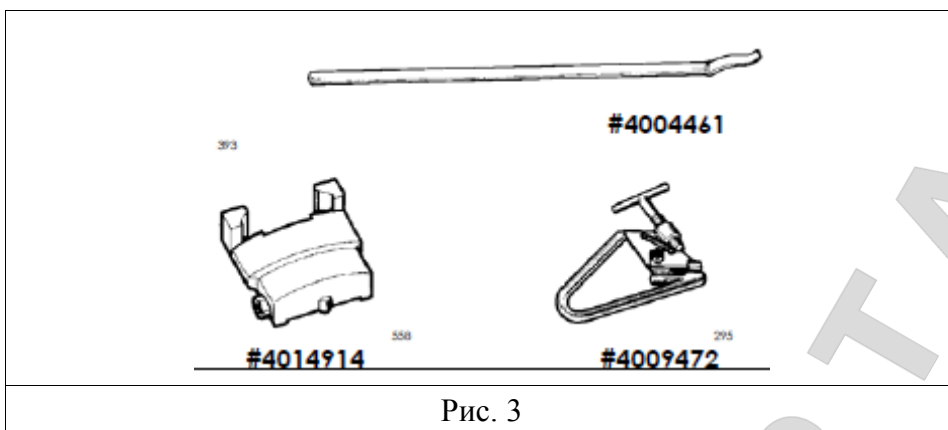

Рис. 3
1.7 СТАНДАРТНЫЕ АКЦЕССУАРЫ (Рис.3)